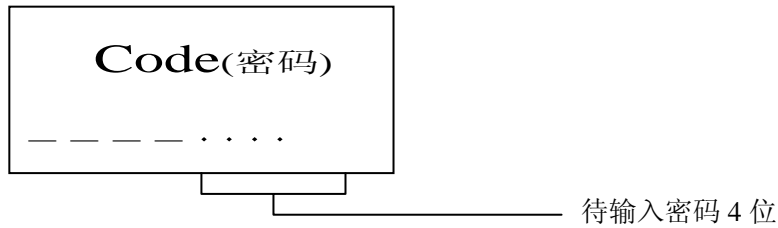
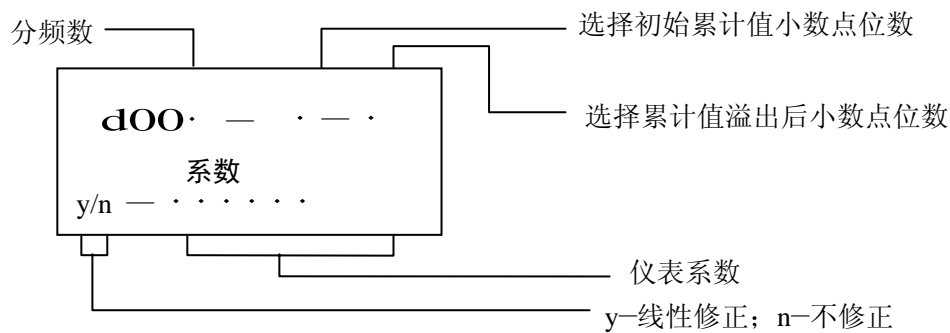
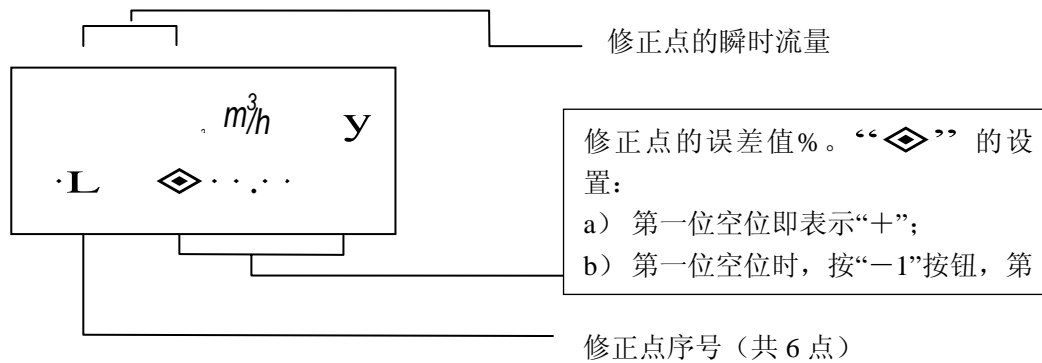
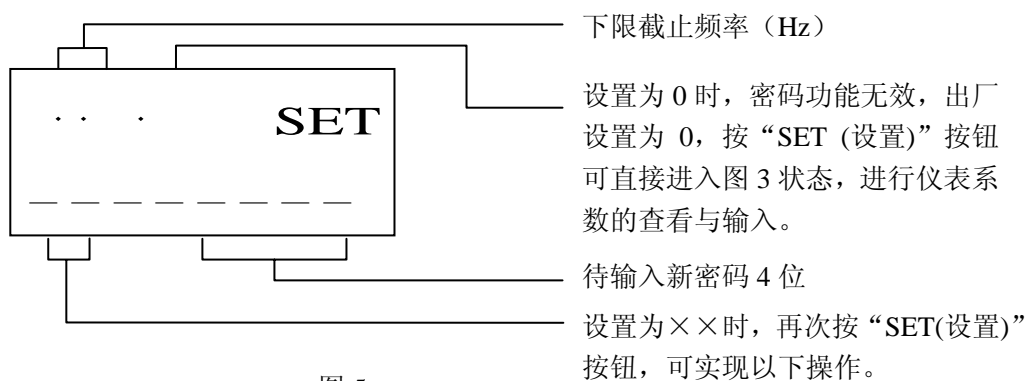

图 2
图 3
图 4
图 5
a. 按“SET(设置)”按钮，进入图2或图3状态。如进入图2状态，需输入一组4位数字的密码，再按“SET(设置)”按钮，如果密码正确，进入图3仪表系数输入状态，如果密码错误，退回总流量显示状态；如在密码不设定的情况下（详见2.2.4中图5说明），则直接进入图3状态。
b. 进入图3状态后，可输入分频数（当仪表系数 $>65535$ 或 $655350$ 时使用）、初始值小数点位数、溢出后小数点位数、仪表系数(6位)、y/n选择(y-线性修正；n-不修正)。
c. 如果选择 y-线性修正，再次按“SET(设置)”按钮，进入分段修正状态，参见图4。
按“SET(设置)”按钮，最多可进行6点直线差补，之后，再按“SET(设置)”按钮，进入图5状态；如果选择n-不修正，按“SET(设置)”按钮，直接进入图5状态。
见图3，“分频数”的用途：当仪表系数 $>65535$ （或 $655350$ ），需使用“分频数”。
- (a) 先将检定的平均仪表系数（K 值）输入到积算仪中，见图 3，选择不修正状态（n—不修正）；
例：标定瞬时流量=10m3/h时，仪表的标定误差是-1.1%。见图 3，选择修正状态（y—线性修正）。见图 4，将“修正点的误差值%”设置为“-1.1%”，将“修正点的瞬时流量”设置为“10m3/h”，设定完毕，积算仪自行进行修正。